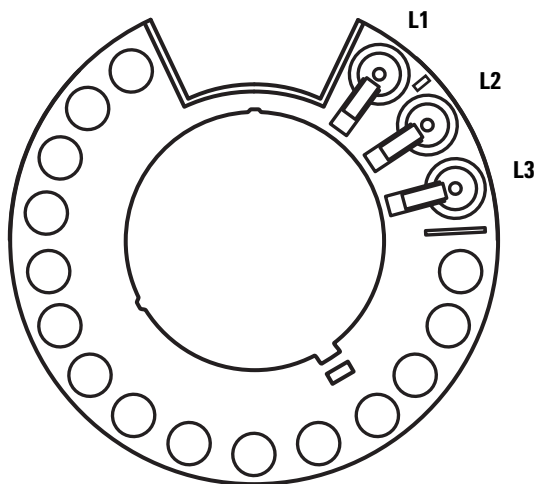

Figure 75 Positions L1, L2 et L3 de la tourelle de transfert (vue de dessus)
- 2 Pour l'ensemble des injecteurs installés, retirez les flacons se trouvant éventuellement dans les positions L1, L2 et L3 de la tourelle de transfert (voir Figure 75).